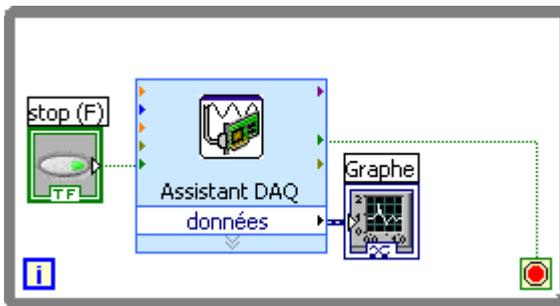

Figure 4-2. Diagramme du VI Lire une tension
7. Cliquez sur le bouton **Oui**. LabVIEW place une boucle While autour du VI Express Assistant DAQ et de l'indicateur graphe. Sur le diagramme, un bouton STOP apparaît câblé à l'entrée **stop** du VI Express Assistant DAQ. La sortie **arrêtée** du VI Express est câblée au terminal de condition de la boucle While. Le diagramme devrait ressembler à la figure 4-2.